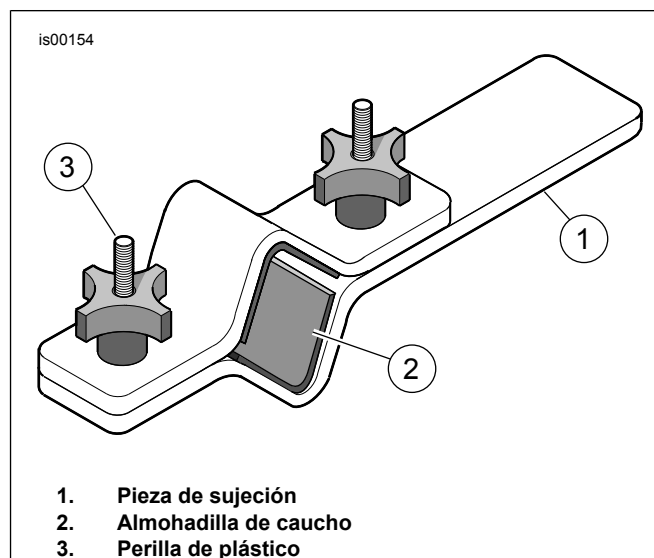

Figura 1. Sujetador para tubos de horquilla (HD-41177)
2. Vea la Figura 1. Obtenga el SUJETADOR PARA TUBOS DE HORQUILLA (HD-41177) y proceda de la siguiente manera:
- a. Sostenga el extremo de la herramienta en una prensa de banco (1) en una posición horizontal con las perillas de plástico hacia usted.
- b. Con el perno de la tapa de la horquilla hacia arriba, sostenga el tubo de la horquilla entre las almohadillas de caucho (2) en el lado interior de la herramienta. Apriete las perillas (3) hasta que el tubo de la horquilla esté sujetado firmemente.